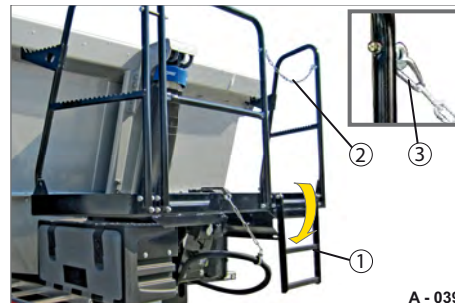

Abb. 49 Aufstiegsleiter abgeklappt
- ▶ Schwenken Sie die Aufstiegsleiter (Abb. 49/1) nach unten ab.
- ▶ Lösen Sie die Sicherungskette (Abb. 49/2) - Karabiner (Abb. 49/3) an der Öse aushaken. Das Podest kann begangen werden.